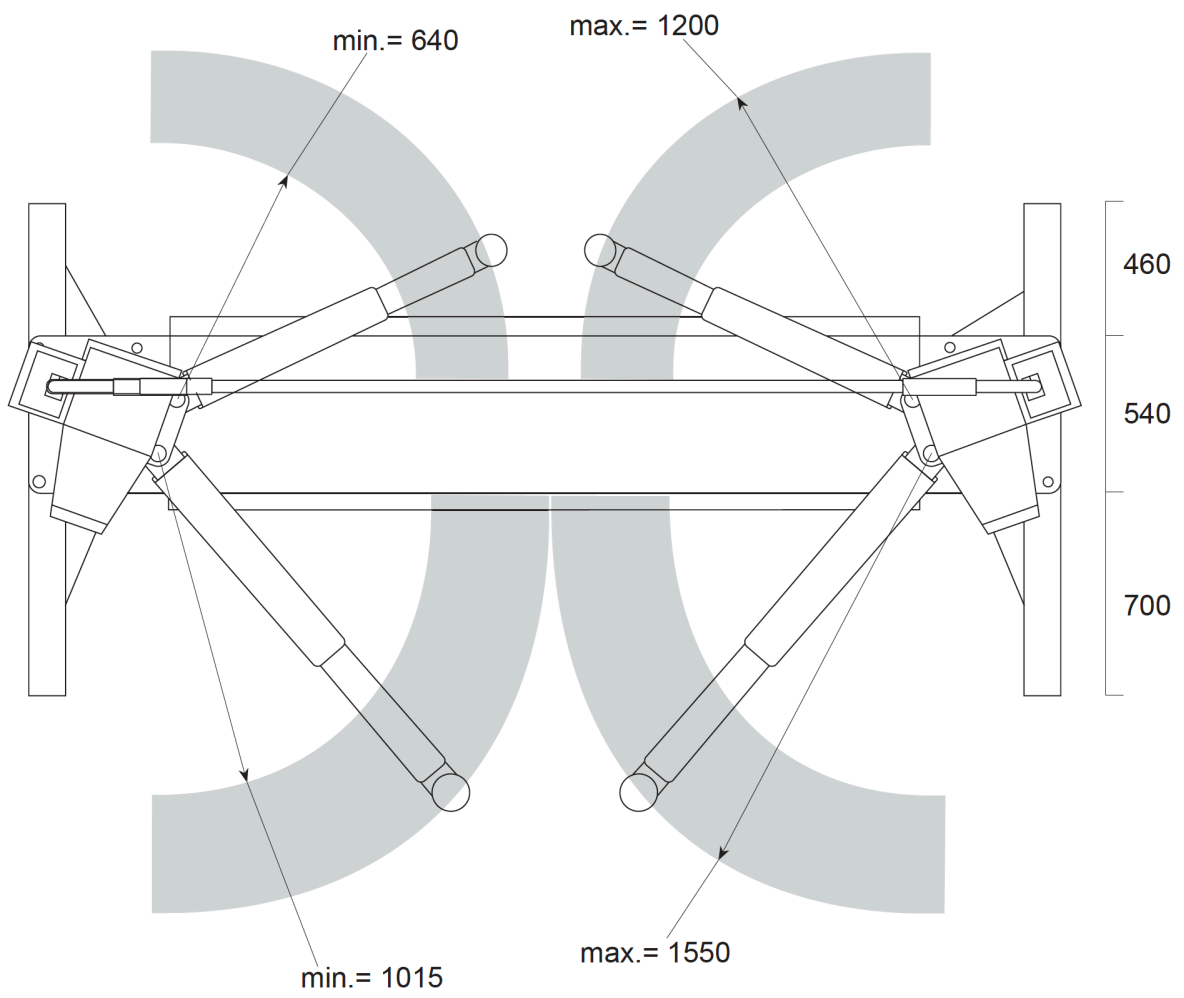

Abbildung 3
2.2 Allgemeine Abmessungen (Abbildung 3)
Die in Abbildung 3 und in der Tabelle "TECHNISCHE DATEN" angegebenen Abmessungen sind Richtwerte und beziehen sich auf die Hebebühnen im unbelasteten Zustand. Die tatsächlichen Abmessungen können geringfügig von den Angaben in diesem Handbuch abweichen.